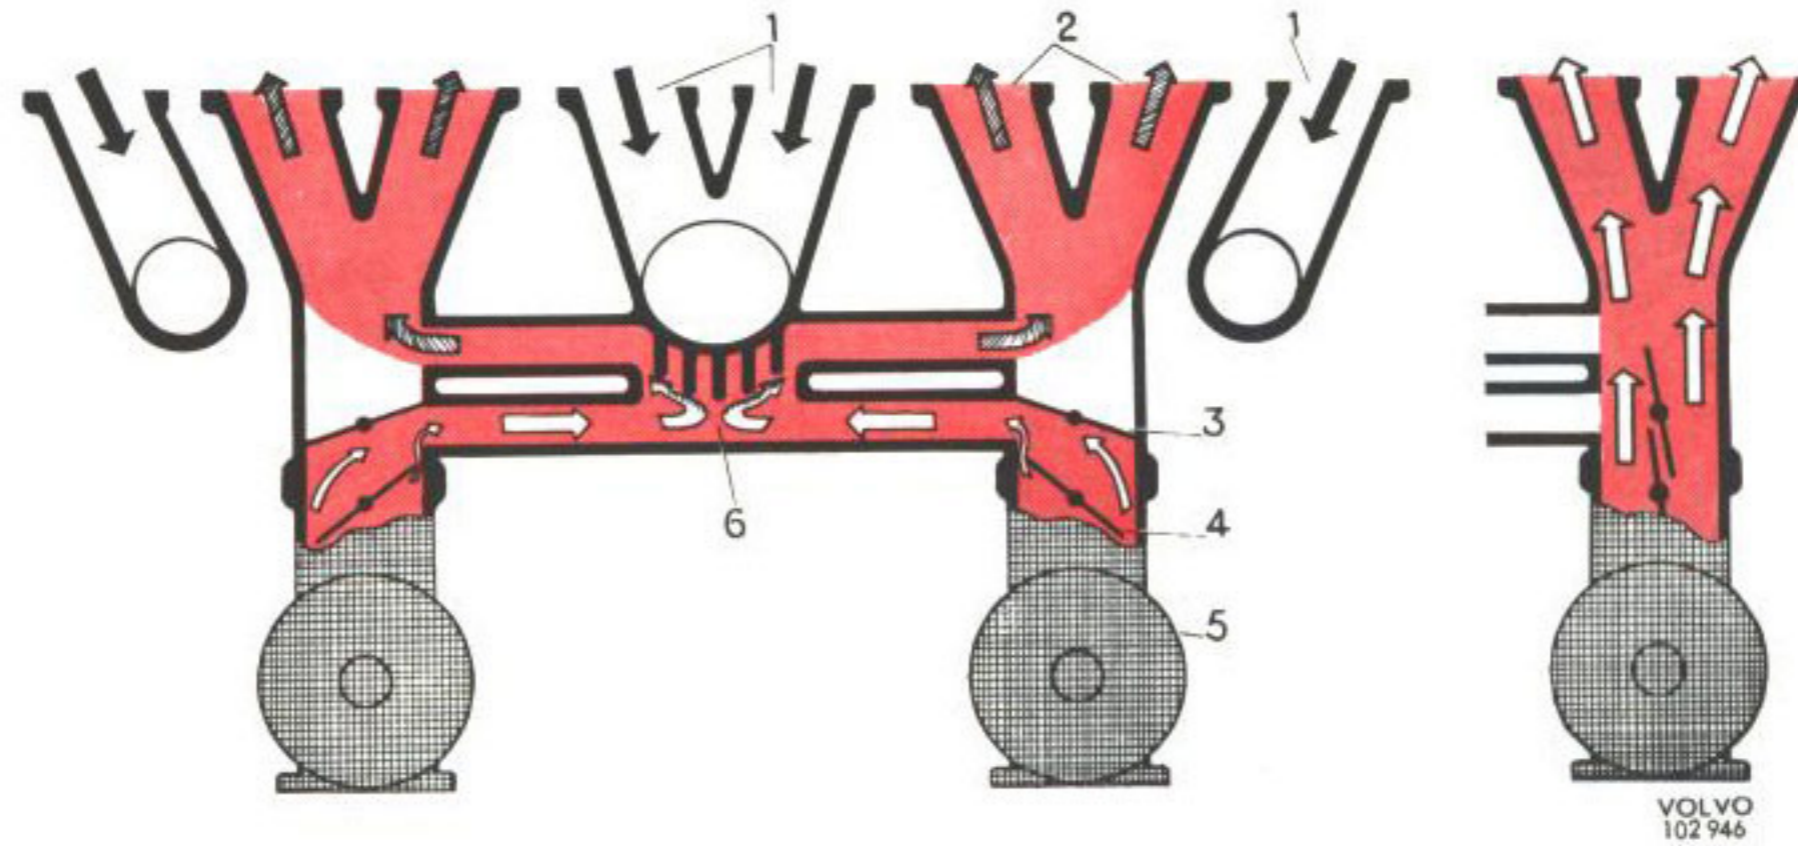

Bild 16. Avgaskontroll.
Systemet åstadkommer en fullständigare förbränning med lägre koloxid- och kolvätehalt i avgaserna. Detta sker genom ett modifierat insugningsystem, som tillåter en mera exakt och magrare bränsleluftblandning. Bild 16 visar principen för systemet på B 18 B-motorn.
Insugningsröret är försett med två sekundärspjäll (3, bild 16). Under normal körning (med lågt effektuttag) är spjällen (3) stängda (vänstra delen av bild 16) så att bränsleluftblandningen från förgasarna leds till en central förvärmningskammare (6) där blandningen värms upp av avgaserna och förångas fullständigt.